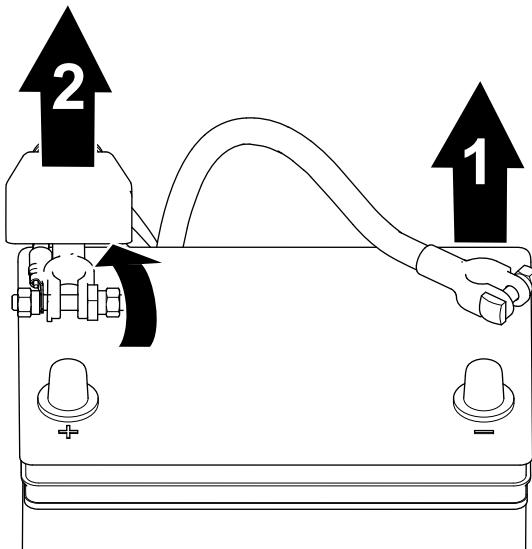

Figura 39
- Retire el cable negativo del borne de la batería (Figura 39).
- Eleva el aislante y retira el cable positivo de la batería del borne de la batería (Figura 39).